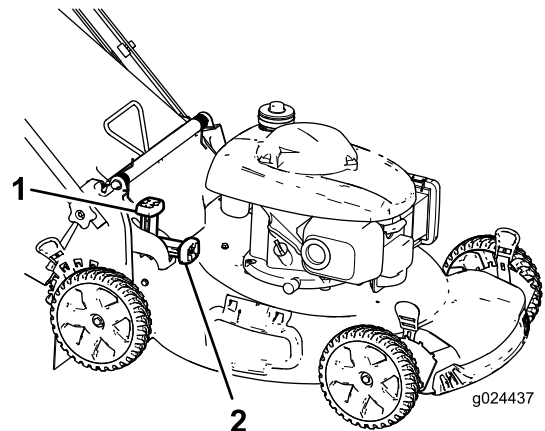

Figure 16
- **Pour ramasser les déchets d'herbe et de feuilles**, appuyez sur le bouton du levier de ramassage sur demande et déplacez le levier complètement en avant jusqu'à ce que le bouton ressorte (Figure 16).